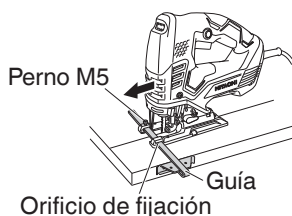

Fig. 13
- (3) Fije la guía haciéndola pasar a través del orificio de fijación de la base y apriete el perno M5. (Fig. 13)
- (4) Ajuste la posición orbital a "0".
NOTA: Para cortar con precisión utilizando la guía (Fig. 13), ajuste siempre la posición orbital a "0".